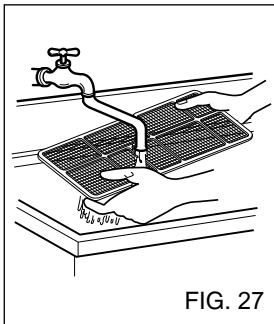

FIG. 27
- Lave el filtro de aire bajo el grifo con agua templada. Asegúrese de sacudir toda el agua antes de volver a colocar el filtro. (FIG. 27)